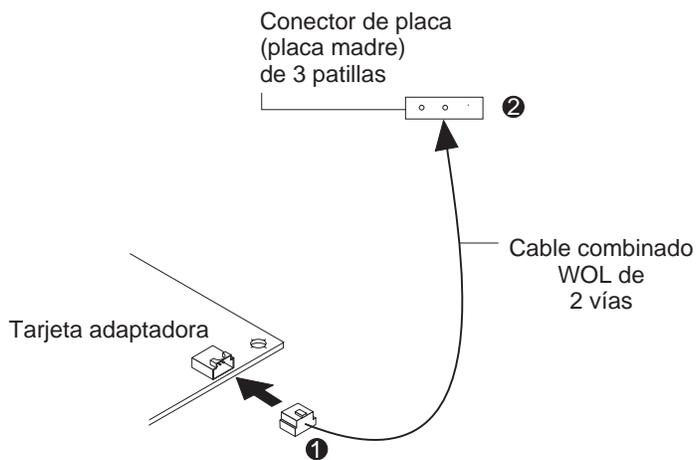

Figura 2-3. Conexión del cable combinado de señal y alimentación al PC
- Un cable combinado de señal y de alimentación Wake on LAN de dos vías (IBM NP 08L2559), como muestra la Figura 2-3 en la página 2-6, que se debe utilizar entre el adaptador y el modelo de PC que dispone de un conector combinado de señal y alimentación para Wake on LAN. Los dos extremos del cable son idénticos y, por tanto, intercambiables.
1 Conecte un extremo del cable combinado Wake on LAN de 2 vías al conector de 3 patillas Wake on LAN del adaptador, tal como muestra la Figura 2-3 en la página 2-6.